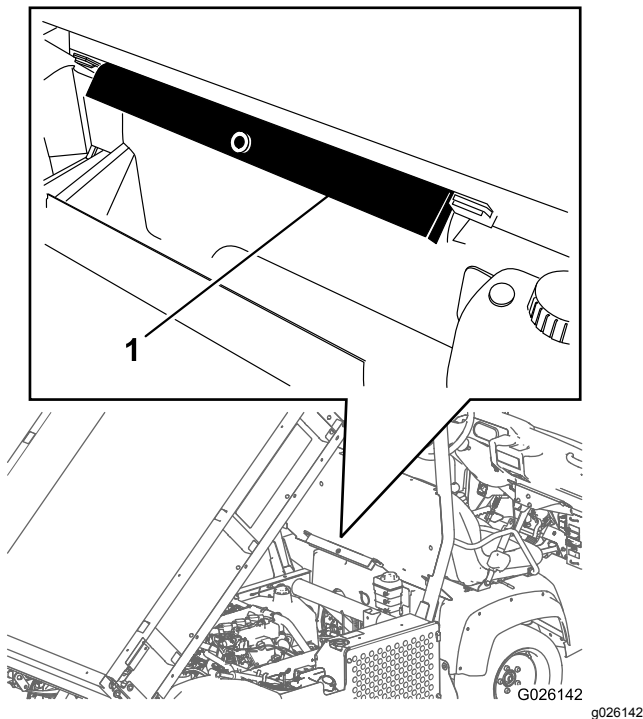

Figure 12
2. Sortez la béquille de sécurité des supports de rangement au dos du panneau du système ROPS (Figure 12).